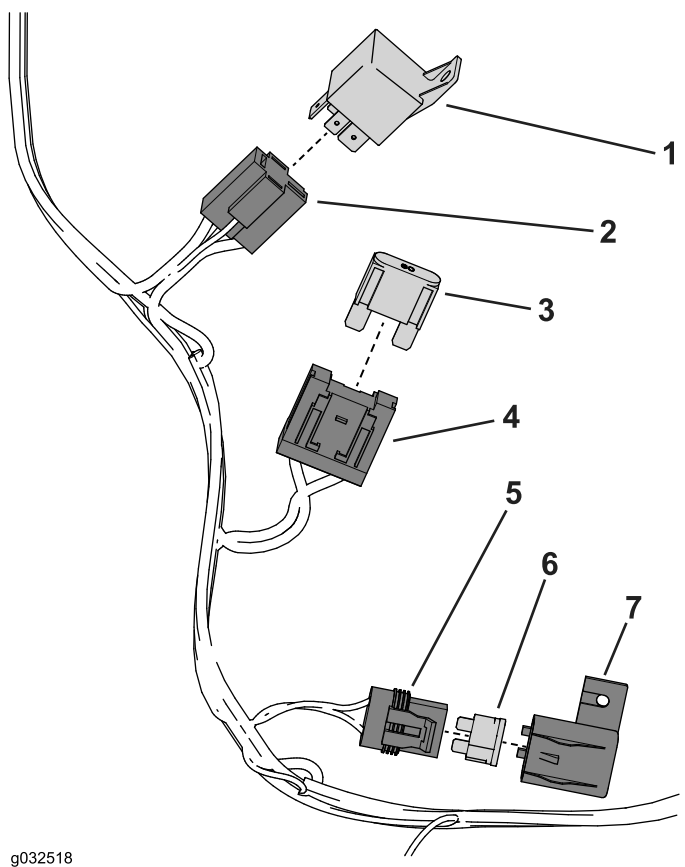

Рисунок 37
1. Подсоедините следующие компоненты к жгуту проводов (Рисунок 37).
2. Установите реле на разъем реле (Рисунок 37).
3. Вставьте предохранитель (60 A) в держатель предохранителя (Рисунок 37).
4. Установите предохранитель (10 A) в узел предохранителя и закрепите крышкой предохранителя в сборе (Рисунок 37).